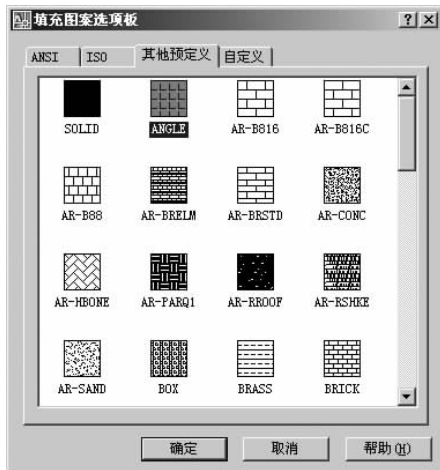

图 3-45 “填充图案选项板”对话框
- “样例”预览框:用于显示当前选中的图案样例。单击该预览框时,会出现“填充图案选项板”对话框,如图 3-45 所示。